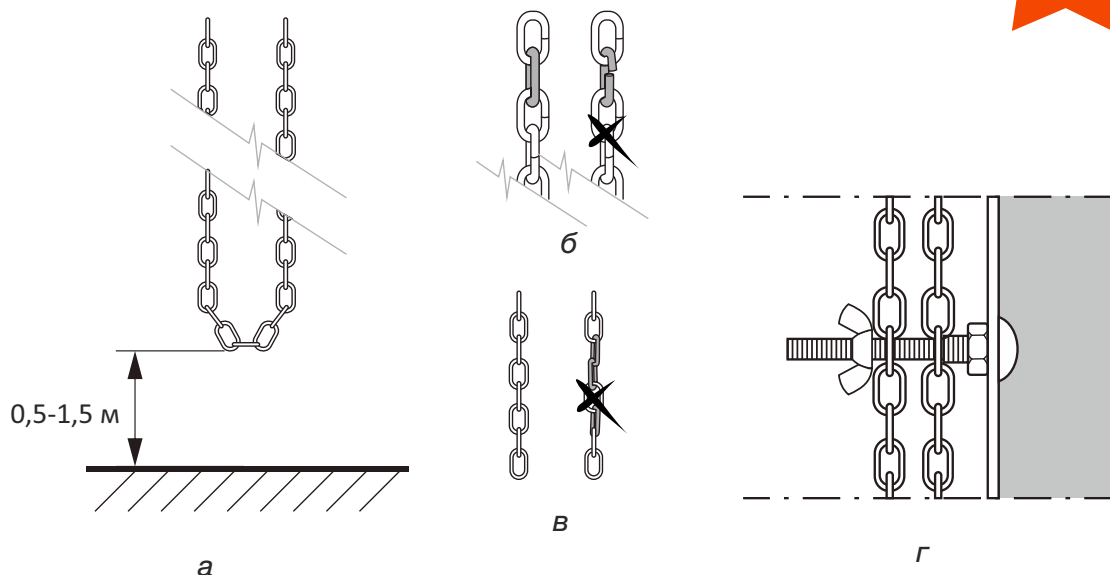

Рис. 3. Условия правильного функционирования цепи ручного управления
- Край цепи аварийного ручного управления в собранном состоянии должен находиться на высоте 0,5 ÷ 1,5 метра (рис. 3а).
- При необходимости удлините или укоротите цепь. Концы аварийной ручной цепи должны быть соединены друг с другом. Кромки соединительного звена цепи должны располагаться точно друг над другом (рис. 3б).
- Аварийная ручная цепь ни в коем случае не должна быть перекручена (рис. 3в), так как в противном случае могут возникнуть неисправности в работе аварийного ручного управления.
- Когда аварийное ручное управление не используется, во избежание защемления аварийной ручной цепи при движении ворот и чтобы не создавать помех движению людей и оборудования, нижняя часть цепи должна быть зафиксирована (рис. 3г).